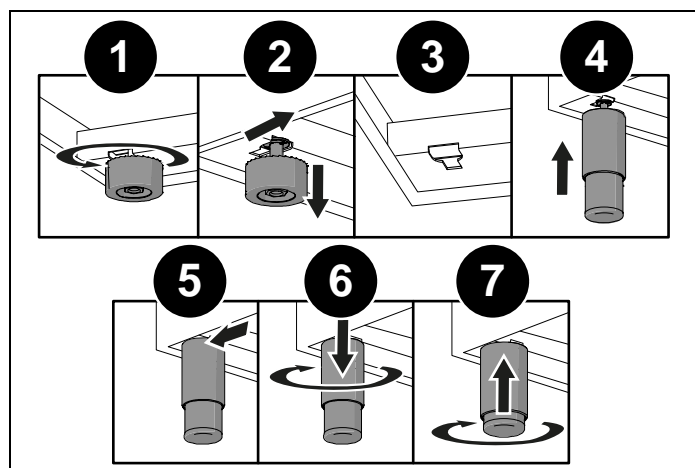

Fig. 4
- Montera bort stöden (1 och 2, Fig. 4),
- För in stödbenen i de brickförsedda hålen i den undre delen av apparaten (3 och 4, Fig. 4),
- Skruva fast stödbenen tills de är fast förankrade i basen (5 och 6, Fig. 4),
Reglera till korrekt höjd på stödbenen (7, Fig. 4).
När apparaten sänks ner, undvik att forcera stödbenen (Fig. 4). Använd ett mellanlägg på basen eller en lastpall för att undvika att luta spisen.